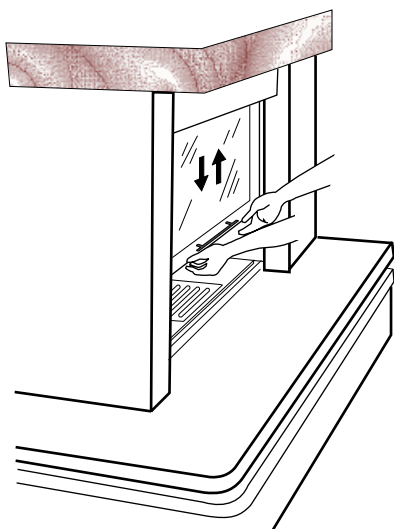

Fig. 6.4
6.4 COME USARE LA PORTINA (FIG. 6.4)
6.4 HOW TO USE THE DOOR (FIG. 6.4)
6.4 GEBRAUCH DER TÜR (ABB. 6.4)